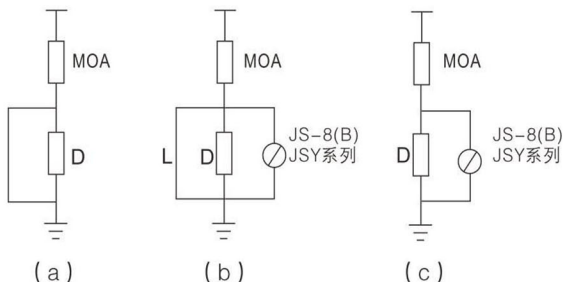

图1 JS-8(B) JSY系列放电计数器安装示意图
#### 3.2安装方法（见图1）
3.2.1首先用 $\Phi 2.5\text{mm}$ 的导线L，将避雷器底座D的两端(上下法兰)牢固地短接，先接下法兰，后接上法兰，使避雷器接地端可靠接地，如图1（a）所示。
3.2.2将放电计数器牢固地安装在避雷器底座上下法兰之间，如图1（b）所示。首先将放电计数器法兰做为接地连接在避雷器底座下法兰，然后将放电计数器高压出线端连接在避雷器底座的上法兰上。
3.2.3 将避雷器底座D两端（上下法兰）之间导线L拆除，使放电计数器串接在避雷器与地之间，如图1（c）所示。